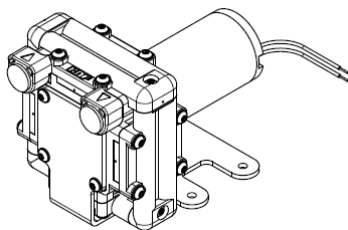

Fig. 7: optimale Einbaulage /
- Einbaulage → Die Einbaulage der Pumpe kann prinzipiell frei gewählt werden für maximale Genauigkeit und schnelle Entlüftung die bevorzugte Einbaulage beachten (Fig.7).